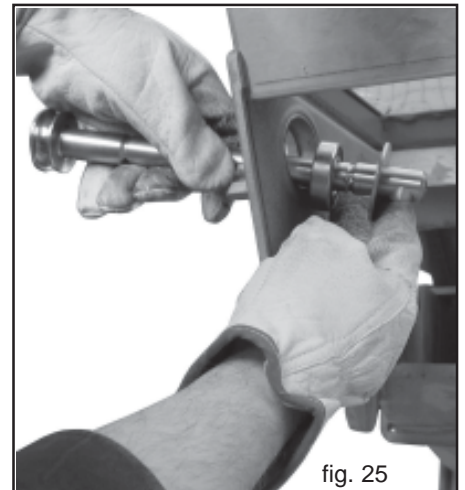

fig. 25
- 4) Inclinando leggermente l'albero e spingendolo verso l'interno, togliere dall'alloggiamento il cuscinetto ed il disco di protezione (Fig. 25). Eseguire la stessa operazione sul lato opposto.